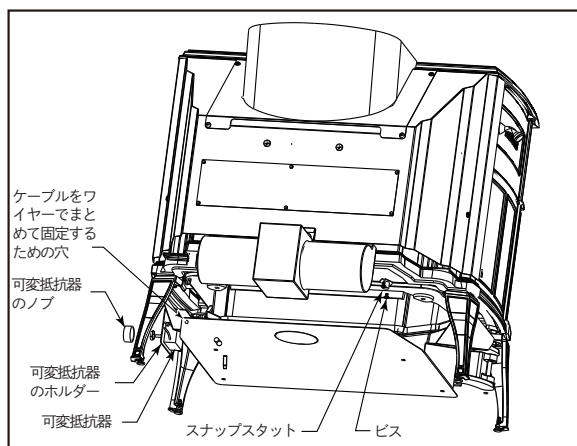

図9 ファンの取り付け
2. ボトムの下側にある取り付け穴に、2個の1/4-20"ビス、スナップスタット(ファンセンサー温度スイッチ)(図9)を取り付けます。